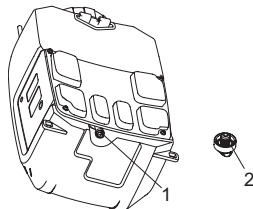

Figur 14
- Før en lille ledning gennem det udsatte hul for at fjerne snavs. Skyl derefter med vand. Se figur 14.